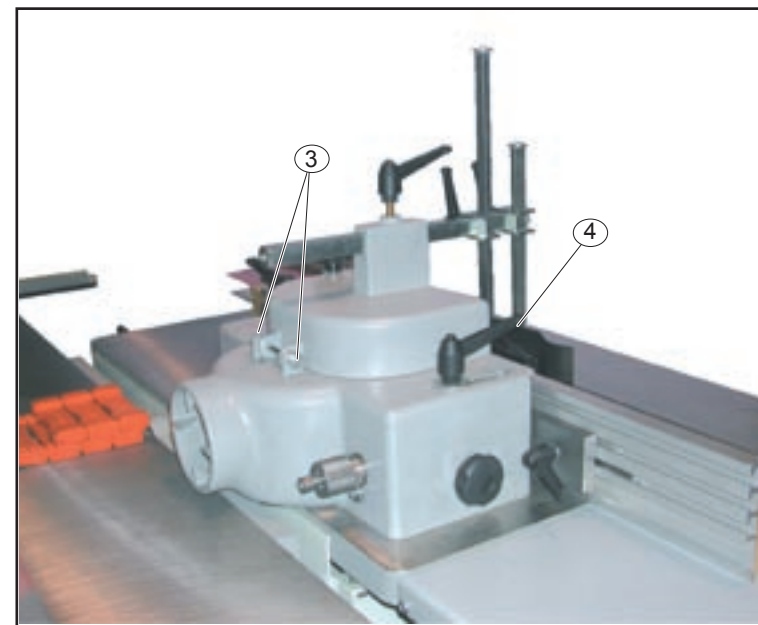

Fig. 4.16
Serve per lavorare pezzi sagomati. Dopo aver inserito il perno di riferimento nel piano toupie stringere la protezione mediante il perno pos. 1 (fig. 4.16).